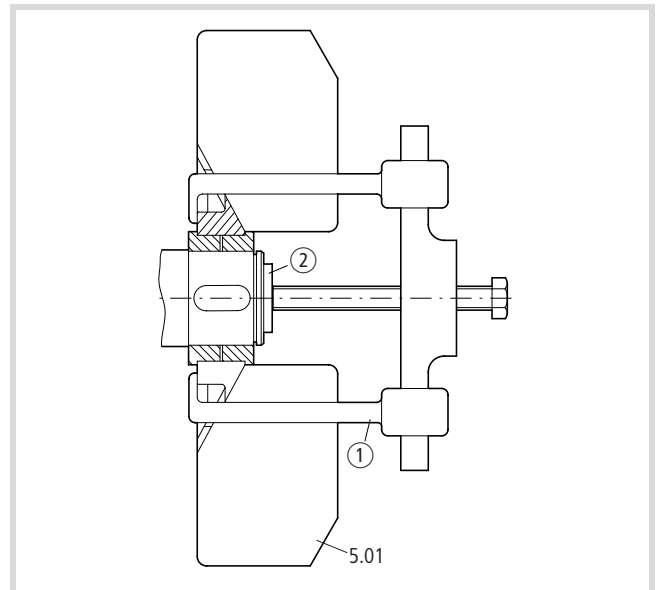

Abbildung 4: Lüfter (5.01) abziehen
- ▶ Ziehen Sie den Lüfter (5.01) mit der Abziehvorrichtung ① von der Welle ab. Kleine Lüfter ziehen Sie mit der Hand ab (➔ Abb. 4).